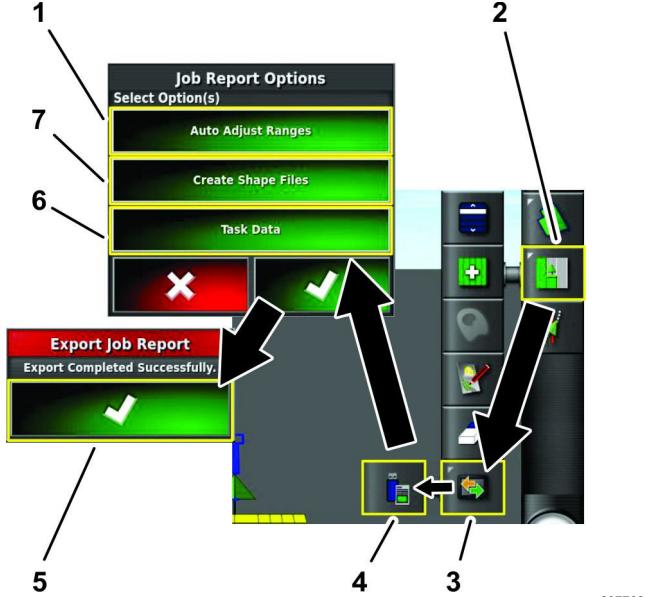

Figure 29
- Appuyez sur l'icône Menu des tâches (Figure 29).
2. Appuyez sur l'icône Menu d'échange de données (Figure 29).
3. Appuyez sur l'icône Exporter rapport de tâche vers USB (Figure 29).
5. Appuyez sur l'icône CRÉER FICHIERS DE FORME (Figure 29).
6. Dans la boîte de dialogue Options de rapport de tâche, appuyez sur l'icône de confirmation (Figure 29).
7. Dans la boîte de dialogue Exporter rapports de tâche, appuyez sur l'icône de confirmation (Figure 29).